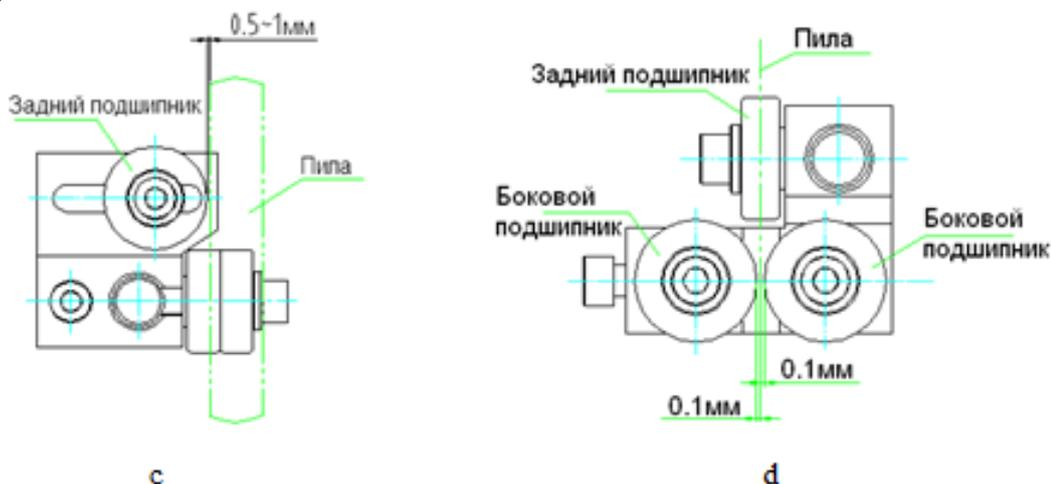

Рис. 5
3. Регулировка направляющих пилы. Проверните шкивы вручную. Проведите пилу между подшипниками. Затем выполните регулировку высоты направляющего. Ролик должен быть выше заготовки. Расстояние между задним роликом и задней стороной пилы должно составлять 0.5-1мм (см., Рис. 5 с). Боковые ролики не оказывают давления на пилу, но расстояние между боковым подшипником и поверхностью пилы должно быть около 0.1мм (см., Рис. 5 d).